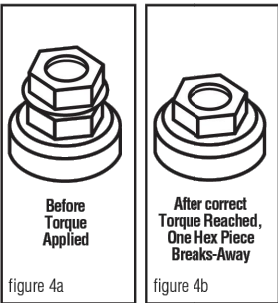

figure 4a
- Continue tightening the torque regulating bolt with a standard box or socket wrench until the torque regulating piece breaks away. If the connector has two (2) assembly bolts, alternately tighten until the hexagonal torque devices break away. **See figures 4a & 4b.** Note that the plastic “turbo” spacer on the side will also break. To make the installation even easier and to relieve torque from the cables, a second wrench can be used on the hexagonal piece on the bottom of the connector.
- Continué apretando este perno que regula la torsión con una llave estándar o de cubo hasta que la pieza que regula la torsión se parta y se separe. Si el conector tiene dos (2) pernos de ensamblaje, apriételes alternativamente hasta que el dispositivo de regulación de torción se parta. **Vea la ilustración 4a y 4b.** Observe que el espaciador “turbo” de plástico en el costado también se fracturará. Para hacer esta instalación aún más fácil y para aliviar la torsión de los cables, se puede usar una segunda llave sobre la pieza hexagonal al fondo del conector.